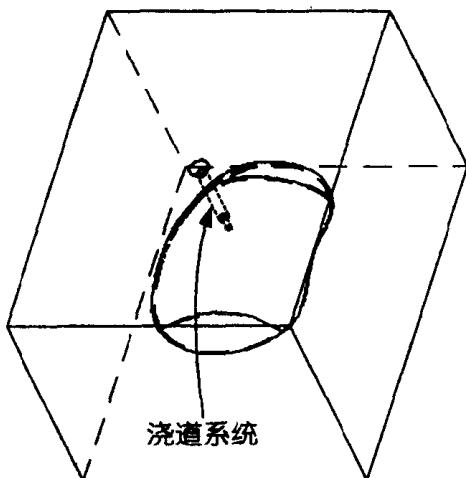

图 1.3
- (2) 选取 MOLD | Shrinkage 设置成组件的收缩率。
- (3) 以 MOLD | Feature 设计浇道系统，如图 1.3 所示，一般而言，浇道系统包括注道(Sprue)、流道(Runner)、流道滞料部与浇口(Gate)等。